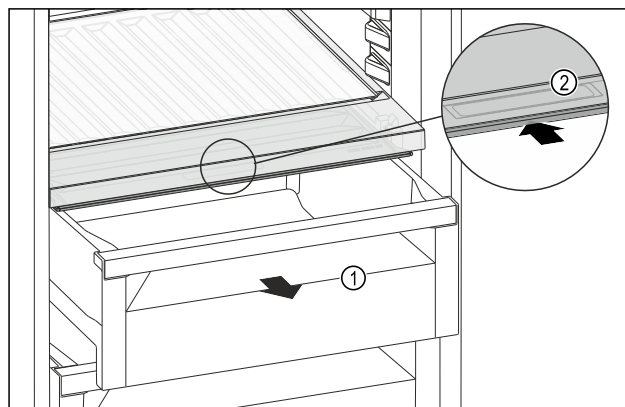

Fig. 263
- ▶ Zásuvku Fig. 263 (1) vytáhněte.
- ▶ Uchopte prohlubeň pro rukojeť Fig. 263 (2) na víku zásuvky a současně zasuňte víko zásuvky směrem dozadu.